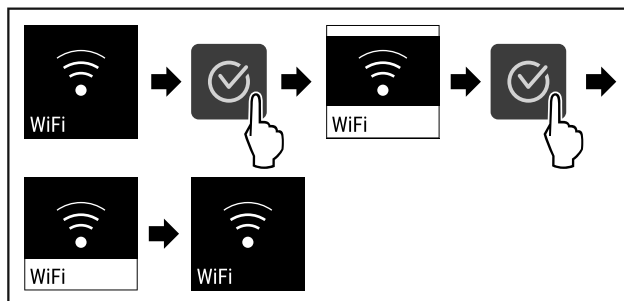

Fig. 77
- ▶ Wykonać czynności (patrz Fig. 77).